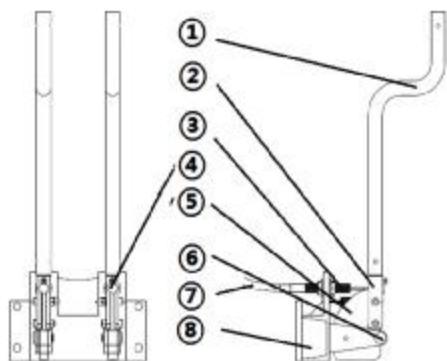

图 70 手动远程松闸装置控制机构
该装置适用于无机房曳引机，实现远距离的制动器装置的松闸；该装置用在紧急状态时营救轿厢中被困人员，提高解救速度。手动远程松闸由松闸手柄①、手柄连接杆②、拉簧③、销④、半圆盘顶杆⑤、定位销⑥、刹车线⑦、盒内底座⑧。示意图见（P33 图 70、图 71）所示。